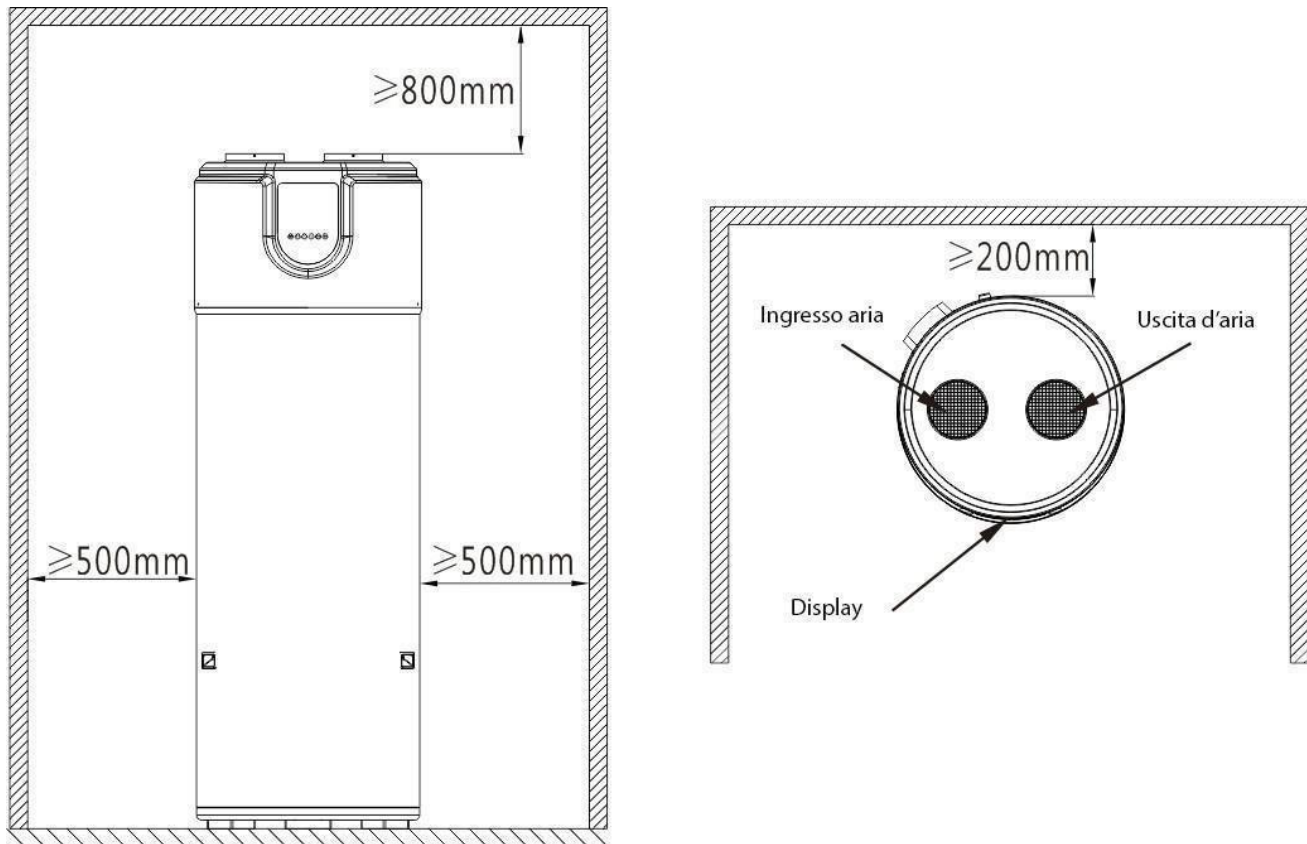

Fig.4 Spazio consigliato per l'installazione e la manutenzione
- Riservare lo spazio per l'installazione e la manutenzione come indicato nella Fig.4.